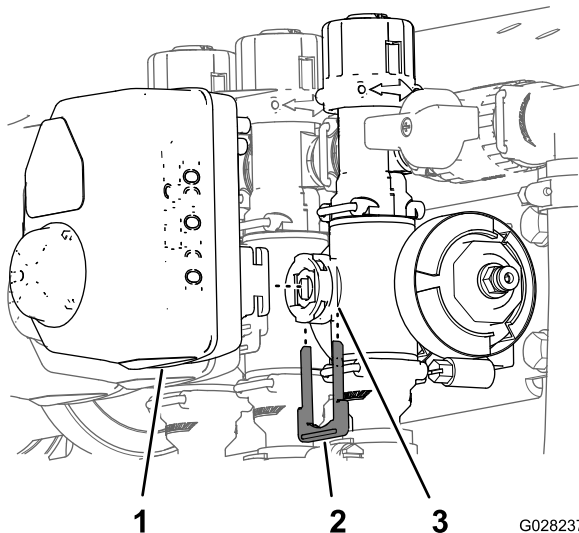

図 13
1. アクチュエータを個別ブームバルブまたは攪拌バルブ用のマニホールドバルブに固定しているリテーナを外す図 13。